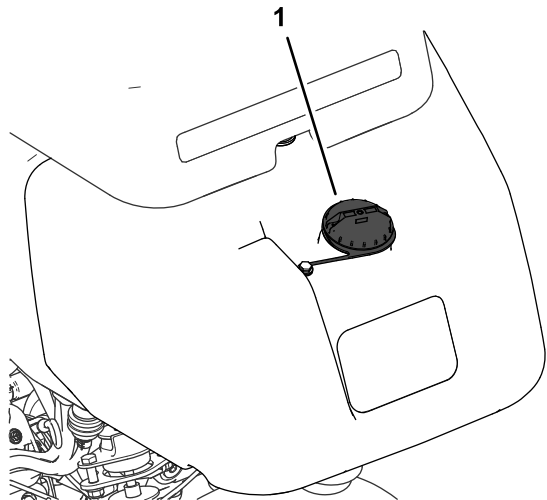

図 26
- 燃料キャップの周囲をきれいに拭いてキャップを外す 図 26。